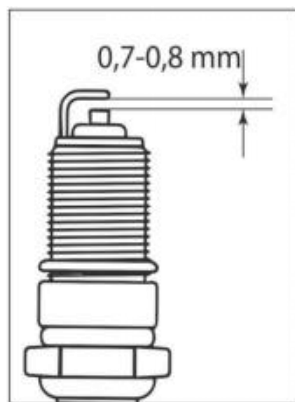

Fig. 27
7. Controleer de opening tussen de aardelektrode en de middenelektrode met behulp van een speciale sonde. Stel indien nodig de opening in op 0,7-0,8 mm (Fig. 27).